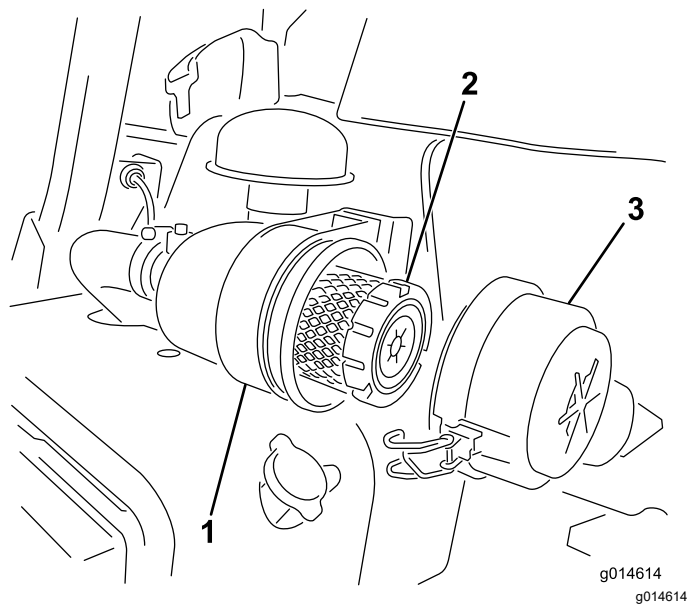

Figure 29
1. Desserrez les attaches qui fixent le couvercle sur le boîtier du filtre à air (Figure 29).
- 7. Fermez les verrous (Figure 29).